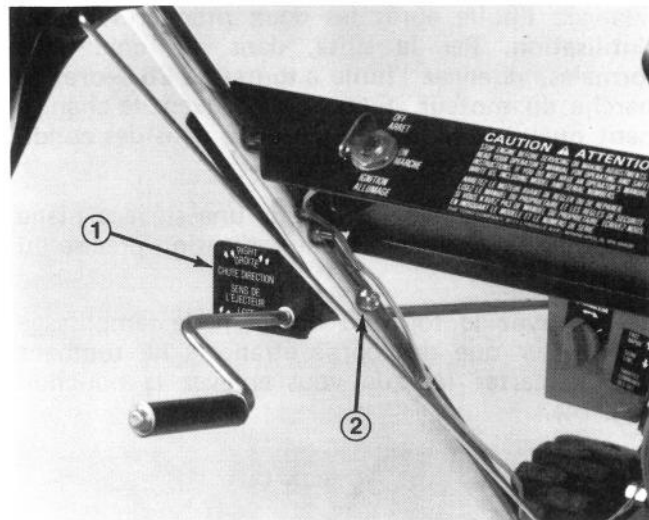
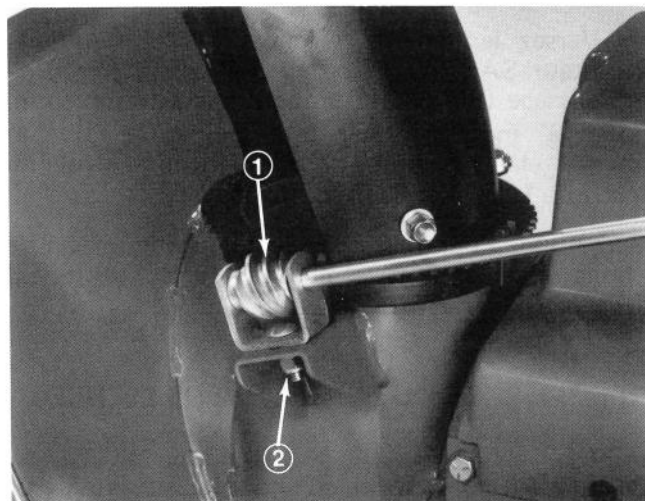

Figure 12
Figure 13
1. Fixez le support et la tige de commande de l'éjecteur sur le côté gauche du mancheron à l'aide de la vis à tête et de l'écrou de blocage. Laissez l'écrou desserré jusqu'à ce que l'ensemble soit complètement monté (Fig. 12).
2. Appliquez de la graisse à toutes fins No. 2 sur la vis sans fin, et montez la vis sans fin et son support sur la collerette de montage (Fig. 13). Fixez à l'aide de la rondelle pyramidale et de l'écrou de blocage (Fig. 13).
3. Appuyez la vis sans fin fermement sur les dents de l'anneau de retenue de l'éjecteur, puis serrez l'écrou de blocage (Fig. 13). Serrez ensuite l'écrou de blocage qui fixe le support de la tige de commande d'éjecteur au mancheron gauche (Fig. 12).